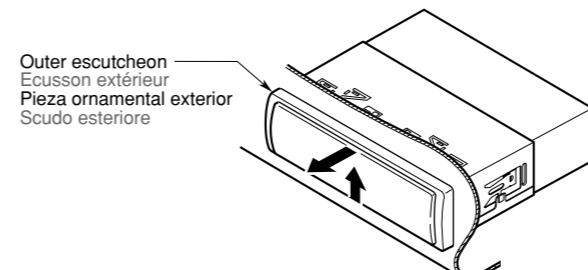

Figure 5 / Figure 5 / Figura 5 / Figura 5
2. Press the outer escutcheon upward and remove it (Figure 5).
2. Presser l'écusson extérieur vers le haut et le retirer (Figure 5).